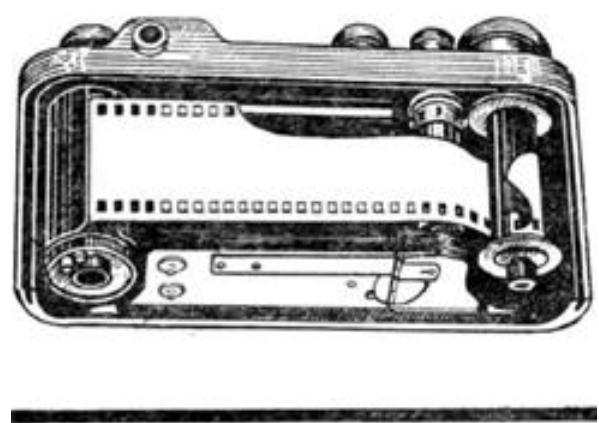

Рис. 10
При этом одновременно приемную катушку оденьте на втулку, установив пленку так, чтобы зубья ведущего барабана входили в перфорации пленки (см. рис. 10), для чего, удерживая заводную головку затвора (2), поверните головку приемной катушки по направлению намотки пленки.
5. Для подачи к кадровому окну незасвеченной пленки два раза заведите затвор, нажимая после каждого завода на спусковую кнопку (19). Головку завода затвора нужно вращать только по направлению стрелки, выгравированной на поверхности головки. При заводе затвора головку поворачивайте до отказа, но, не прилагая чрезмерных усилий.